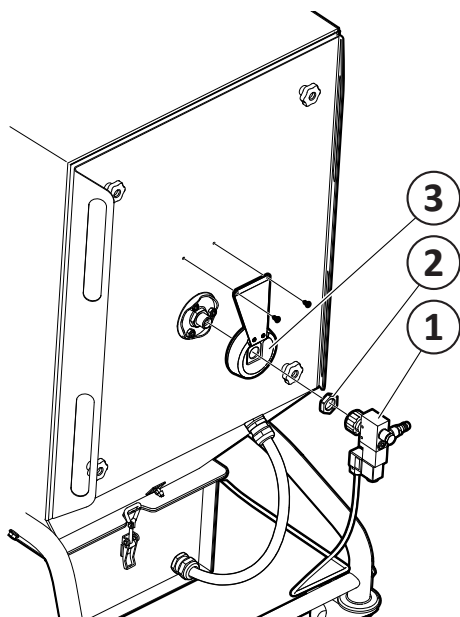
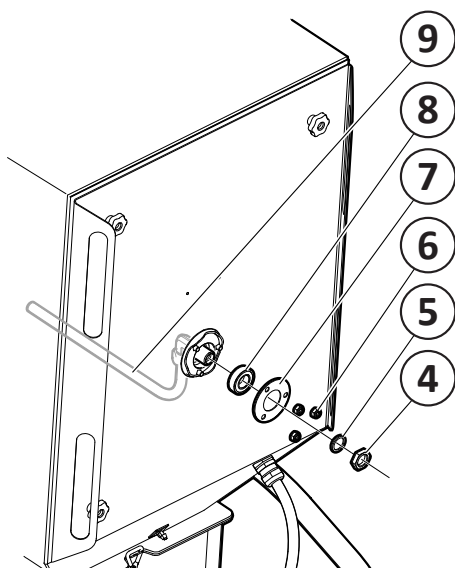

Fig. 18
Fig. 19
1. Skruva loss tryckluftventilen (1, **Fig. 18**).
2. Skruva loss muttern (2).
3. Skruva loss beröringsskyddet (3).
4. Skruva loss mutter (4, **Fig. 19**) för munstycke (9) och demontera brickan (5).
- Sätt tillbaka beröringsskydd (3, **Fig. 18**), mutter (2) och tryckluftventil (1).